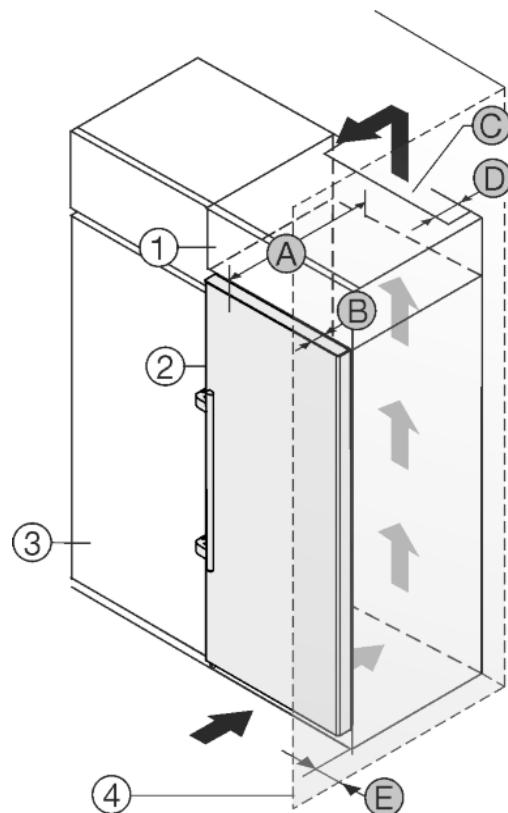

Fig. 23
Устройство может быть окружено кухонными шкафами. Чтобы уравнять устройство Fig. 23 (2) по высоте с кухонной стенкой, можно установить над устройством дополнительный шкафчик Fig. 23 (1).
Установить устройство можно непосредственно рядом с кухонным шкафом Fig. 23 (3). Чтобы можно было полностью открыть двери, устройство должно выступать на глубину Fig. 23 (B) относительно передней стенки кухонного шкафа. В зависимости от глубины кухонных шкафов и использования пристенных распорок устройство может выступать и больше.
- На задней стенке дополнительного шкафчика должен быть вентиляционный канал с глубиной Fig. 23 (D) по всей ширине этого шкафа.
- Нужно соблюдать вентиляционное отверстие Fig. 23 (C) под нижней панелью.
Если устройство установлено на шарнирах у стены Fig. 23 (4), то нужно соблюдать расстояние Fig. 23 (E) между устройством и стеной. Настолько выступает ручка при открытой дверце.